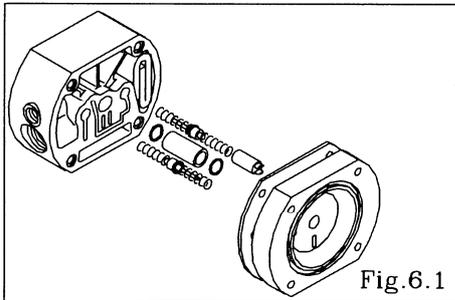

Fig.6.1
- Retire el cuerpo principal. [Fig. 6.1]
- Extraiga el conjunto de la válvula piloto. [Fig. 6.1]
- Retire la empaquetadura y el manguito. [Fig. 6.1]